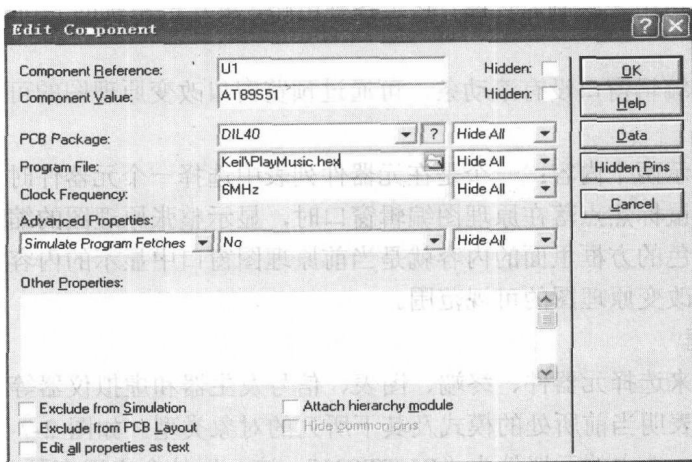

图 2-5 “Edit Component”对话框
(2) 用鼠标右键单击单片机 AT89S51（标号 U1），选择 Edit Properties 选项，弹出如图 2-5 所示的“Edit Component”对话框，单击“Program File”右侧文本框旁边的打开按钮，选